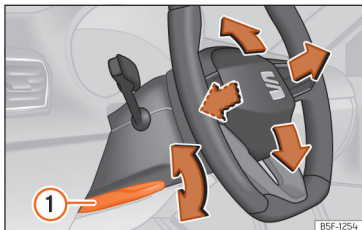

Рис. 92 Важіль у нижній лівій частині рульової колонки.
• Потягніть важіль >>> **рис. 92 1** униз, оберіть зручне положення керма, підніміть важіль угору до кінця.
• Після регулювання керма піднімайте блокувальний важіль >>> **рис. 92 1** угору до кінця, інакше рульова колонка може раптово розблокуватися під час поїздки.